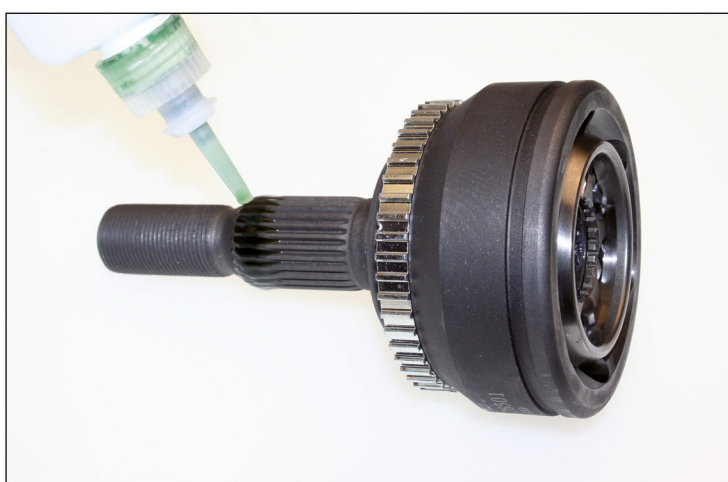

Bild 1
- Efter att drivknuten demonteras måste nytt lim påföras enl. Bild 1 på splines innan drivknuten monteras i hjulnavet. Detta förhindrar att vibrationer uppstår.
- Lägg en 3-4 mm bred limsträng enl. bild 1. Lim: Volvo art.nr 1161370, Loctite 638, art.nr 63838.